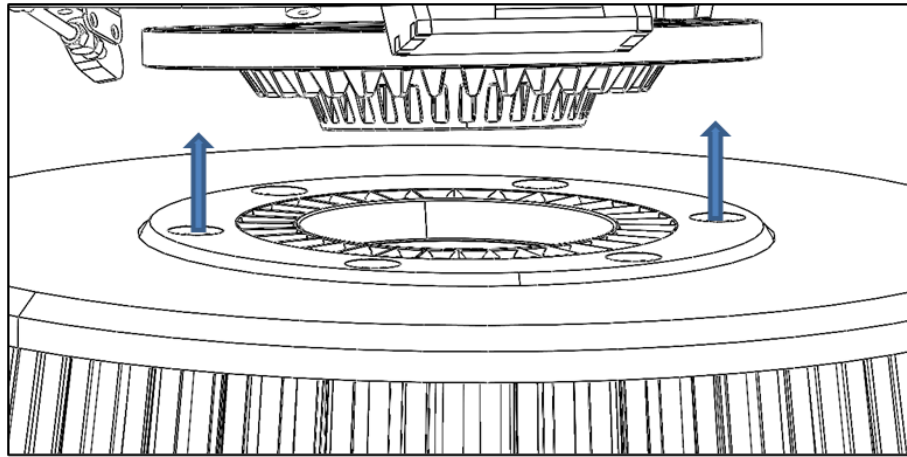

Fig. 3
4. Tenez la brosse vers l'embrayage, les aimants de la brosse seront attirés vers l'embrayage magnétique et s'enclencheront en place (Fig 3).